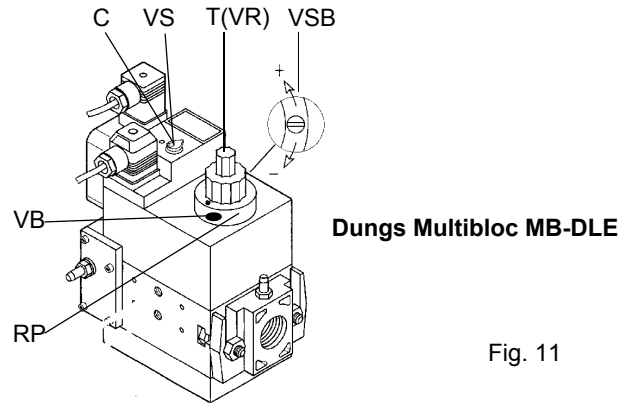

Fig. 11
- 1 Prima di avviare il bruciatore, regolare l'apertura lenta del gruppo valvole Dungs MB-DLE: per la regolazione dell'apertura lenta, togliere la calottina **T** (vedi Fig. 11), capovolgerla ed inserirla sul perno **VR** con l'apposita scanalatura posta sulla parte superiore. Avvitando la portata di accensione diminuisce, svitando la portata di accensione aumenta. Non regolare la vite **VR** con un cacciavite. N.B.: La vite VSB deve essere tolta solamente per la sostituzione della bobina